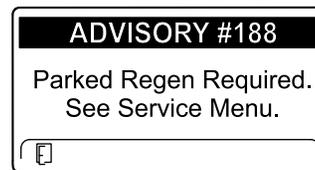

Figure 44
- ADVISORY #188 (avis n° 188), demande de régénération en stationnement, affiché (Figure 44)